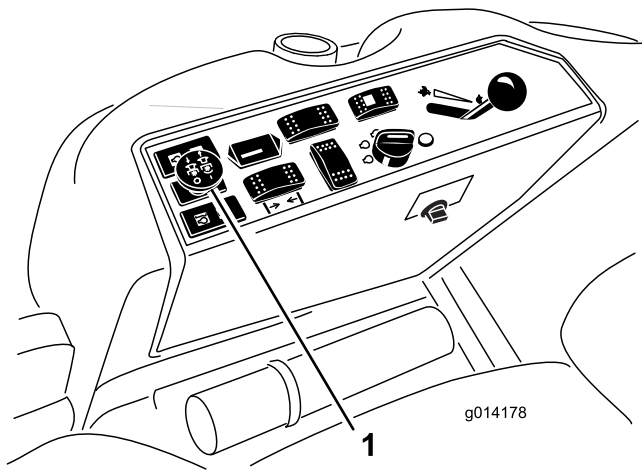

Figura 21
3. Puxe para cima o interruptor da tomada de força para o engatar (Figura 21).